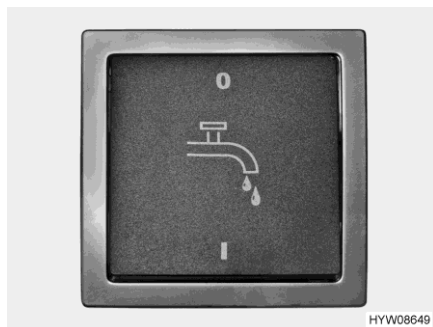

Bild 147 Brytare (vattenpump)
- ▷ Innan man kan använda vattenkranarna måste 12 V-försörjningen och vattenpumpen tillkopplas på panelen via brytaren (Bild 147). Vattenpumpen arbetar inte annars.